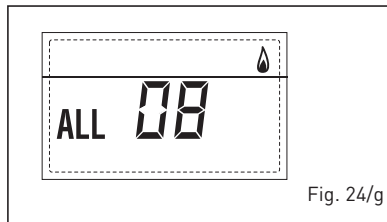

Fig. 24/g
- **ANOMALIA Sonda AUSILIARIA "ALL 10" (fig. 24/l)**